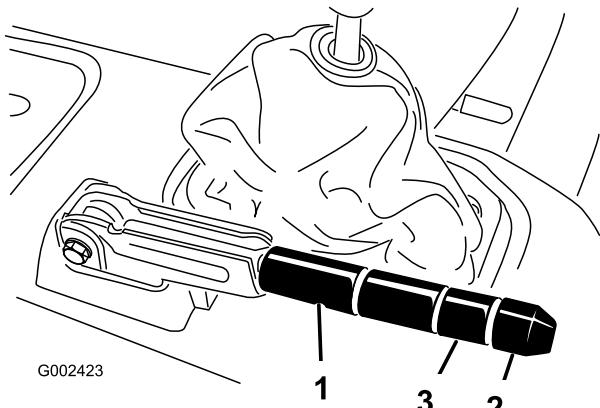

Figura 63
2. Afloje el tornillo de fijación que sujetla el pomo a la palanca del freno de estacionamiento (Figura 63).